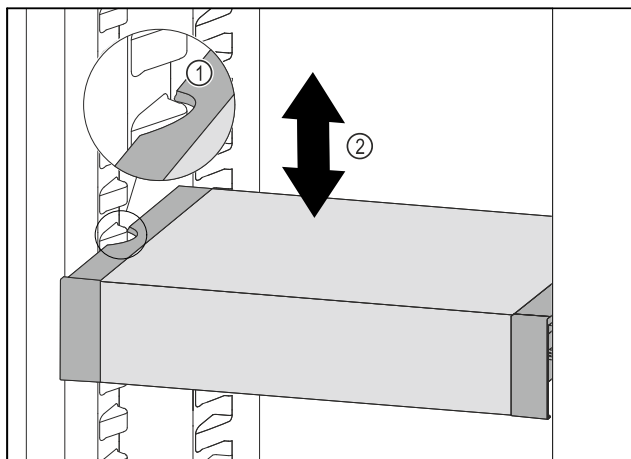

Fig. 88
- ▶ Тяните VarioSafe вперед, пока боковые выемки VarioSafe не окажутся на высоте выступа резервуара в холодильном отделении. Fig. 88 (1)
- ▶ Двигайте VarioSafe в холодильном отделении вверх или вниз, пока не будет достигнута требуемая высота. Fig. 88 (2)